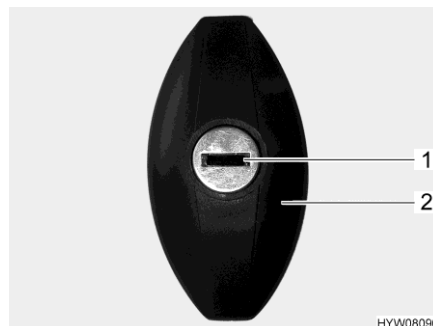

Fig. 36 Serratura dello sportello (ellittico, chiuso)
- Inserire la chiave nel cilindro della serratura (Fig. 36,1) e ruotare in senso antiorario di un mezzo giro. La maniglia della serratura (Fig. 36,2) scatta all'infuori.